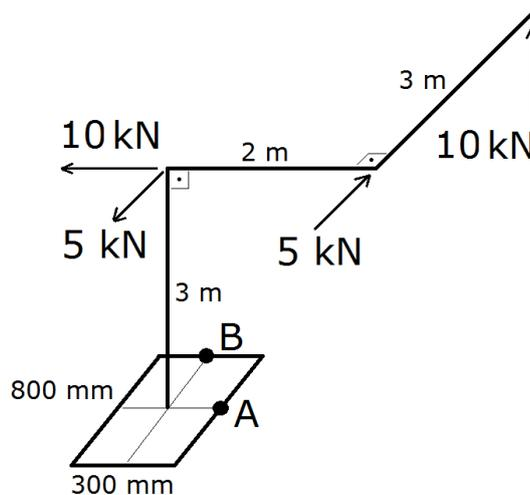

Figura 7
9. Verifique, pelo critério de von Mises, a estabilidade dos pontos A e B indicados no engaste da estrutura mostrada na Figura 7. Considere  $\sigma_e = 80 \text{ MPa}$ .